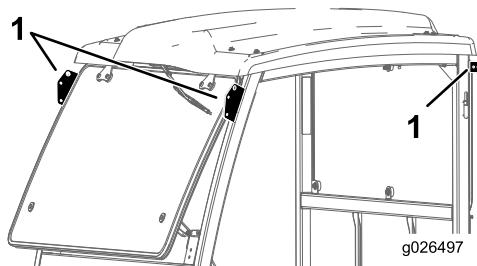

Рисунок 5
- Поднимите раму кабины, используя такелажные точки подъема, и поместите ее на машину (Рисунок 5).